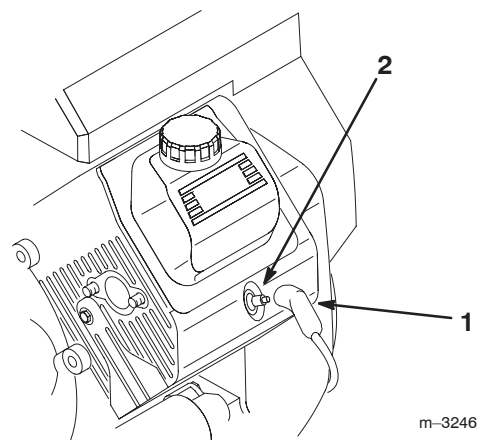

Figure 55
3. Débranchez les fils des bougies (Fig. 55).
3. Rebranchez les bougies (Fig. 55).